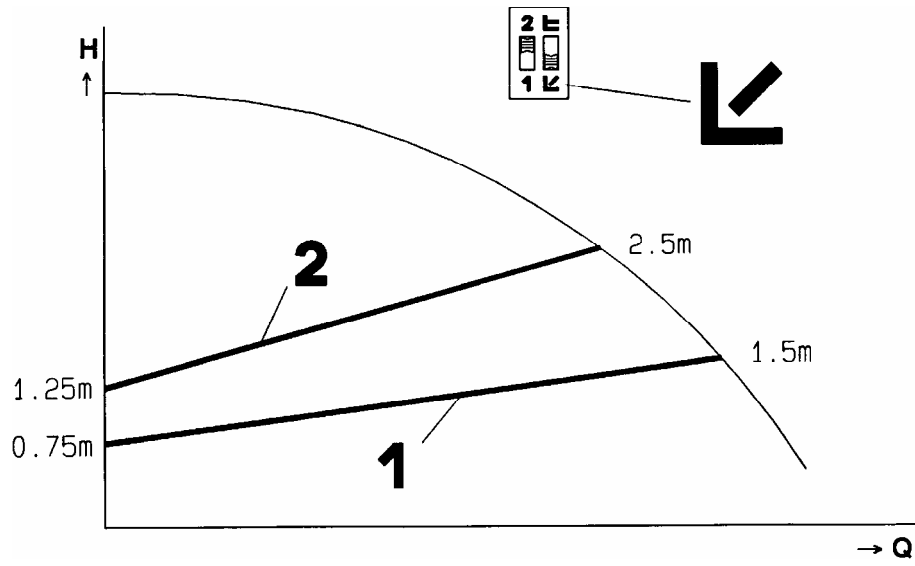

Рис. 3
- **Переменный напор насоса ($\Delta p-v$):** Рис. 3: С помощью электроники напор насоса пропорционально увеличивается между $\frac{1}{2} H$ и H при увеличении расхода или уменьшается при его уменьшении.